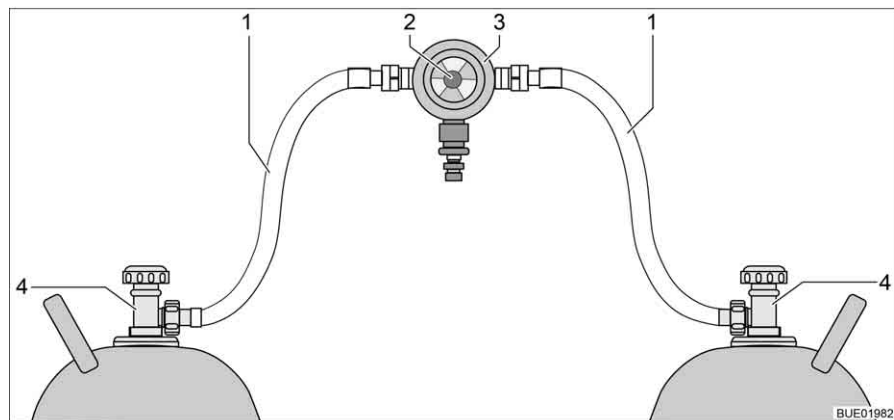
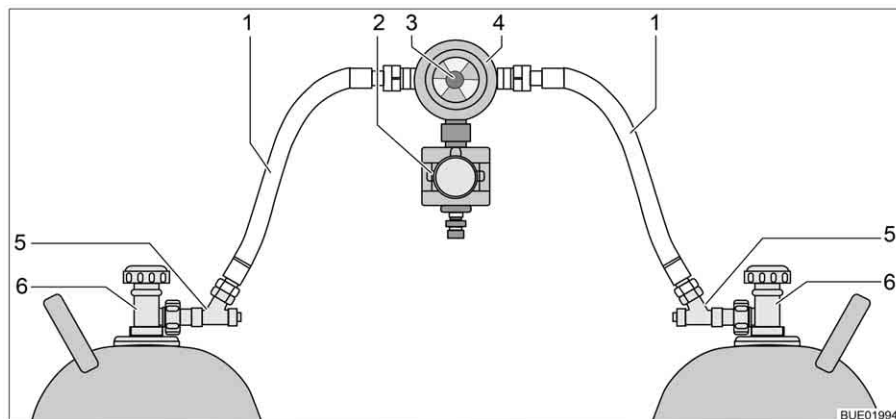

Fig. 160 Instalación de conmutación de bombonas de gas
Fig. 161 Instalación de conmutación de bombonas de gas con CPU
La instalación de conmutación de bombonas de gas consiste de un regulador de presión de gas combinado, con válvula selectora e indicador (Fig. 160,3). La instalación de conmutación de bombonas de gas está montada entre las dos gomas del gas (Fig. 160,1).
La instalación de conmutación de bombonas de gas consiste de un regulador de presión de gas combinado, con válvula selectora e indicador (Fig. 161,4) y una electroválvula (Fig. 161,2). En caso de una frenada a fondo, un accidente o una extrema posición inclinada, la electroválvula bloquea el suministro de gas al vehículo. La instalación de conmutación de bombonas de gas está montada entre las dos gomas del gas (Fig. 161,1) con dispositivos de seguridad en caso de rotura de manguera (Fig. 161,5).
Con el botón giratorio (Fig. 160,2 ó bien Fig. 161,3) en la instalación de conmutación de bombonas de gas se puede determinar cuál de las bombonas de gas se utilizará como bombona de servicio y cuál bombona de gas como bombona de reserva.
En la unidad de mando (Fig. 162) únicamente pueden conmutarse las funciones eléctricas. Las llaves de paso principales de las bombonas de gas (Fig. 160,4 ó bien Fig. 161,6) deben abrirse y cerrarse a mano.
- Abrir las llaves de paso principales en las bombonas de gas (Fig. 160,4 ó bien Fig. 161,6).
- Pulsar los dispositivos de seguridad en caso de rotura de manguera (Fig. 161,5), uno tras otro, por 10 segundos.
- Con el botón giratorio (Fig. 160,2 ó bien Fig. 161,3) en la instalación de conmutación, seleccionar la bombona de gas de la que habrá de tomarse el gas con prioridad (bombona de servicio). Girar el botón giratorio siempre hasta el tope.
- Cerrar las llaves de paso principales en las bombonas de gas (Fig. 160,4 ó Fig. 161,6).